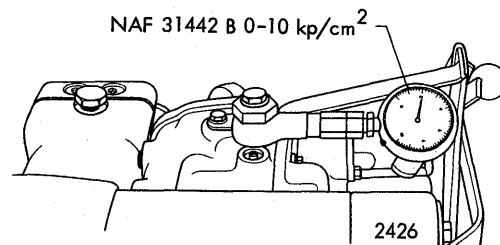

Fig. 44.
1. Tilslut et manometer med måleområde 0-10 kp/cm² som vist i fig. 44.